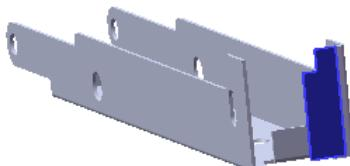
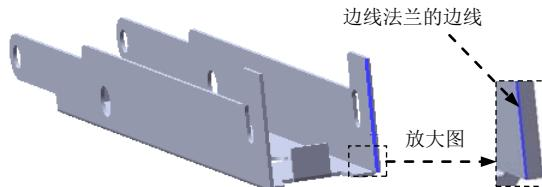

图 12.5.24 边线一法兰 4
图 12.5.25 边线法兰的边线
Step12. 创建图 12.5.24 所示的钣金特征——边线一法兰 4。
(1) 选择命令。选择下拉菜单 $\text{插入(I)} \rightarrow \text{钣金(H)} \rightarrow \text{边线法兰(E)...}$ 命令(或单击“钣金”工具栏中的 B 按钮)。
(2) 定义特征的边线。选取图 12.5.25 所示的模型边线为生成的边线法兰的边线。